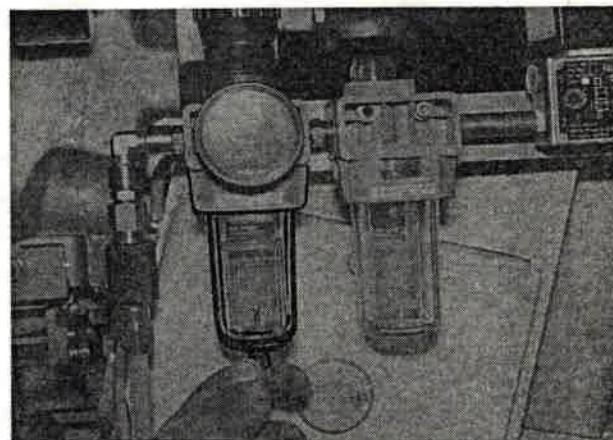

Bild 93
1. Verschußschrauben unter den Auffanggläsern lösen (Bild 93) und Wasser ablassen.